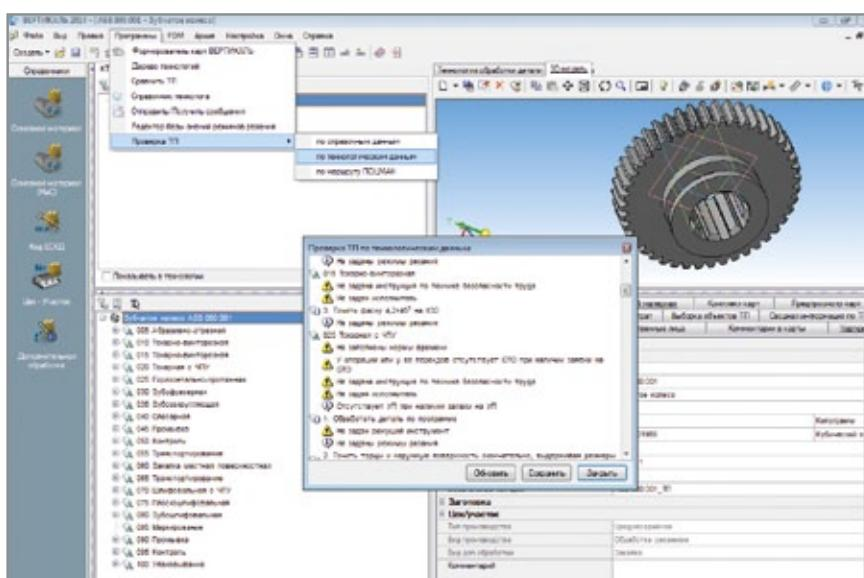

Рис. 6. Проверка ТП по технологическим данным
- по технологическим данным на соответствие требованиям нормо-контроля (алгоритм настраивается) (рис. 6);